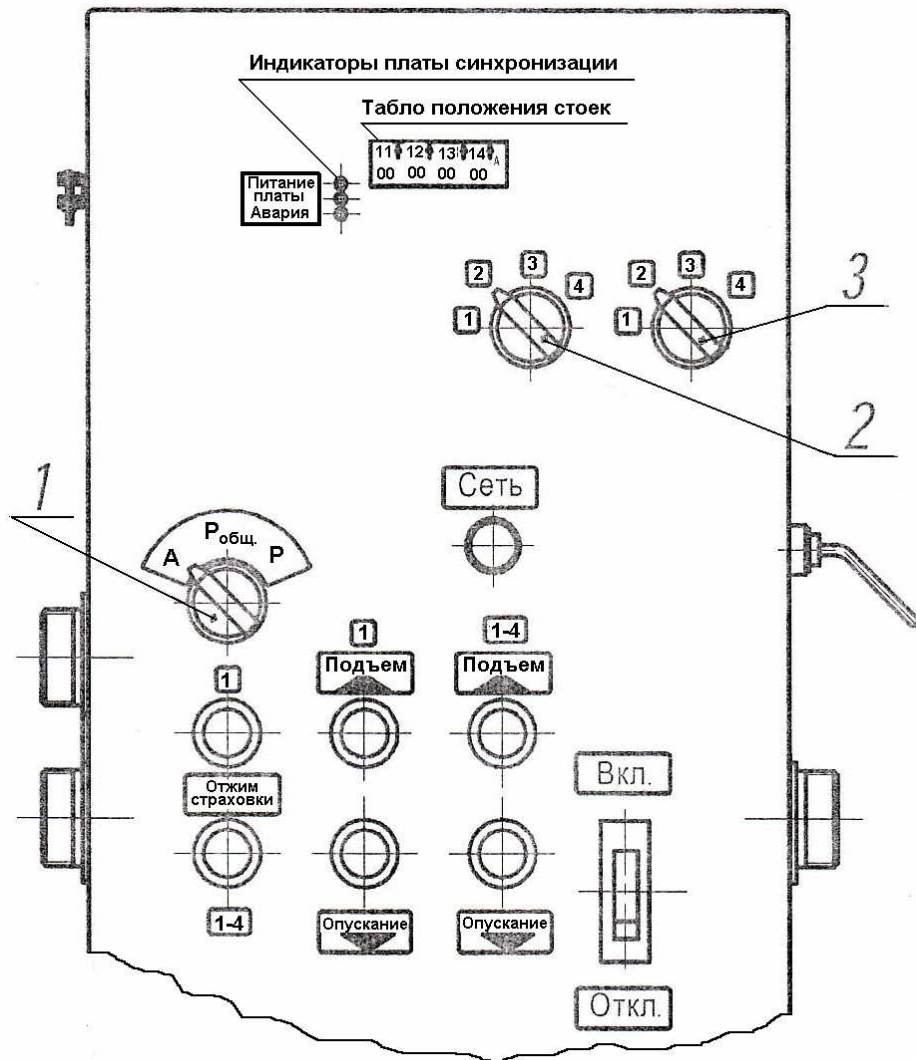

Рис. 6. Общий вид шкафа аппаратного мастер-стойки
6.2.8. Проверить правильность направления вращения электродвигателя насоса (по стрелке на кожухе вентилятора электродвигателя), для чего кратковременно нажать кнопку «ВВЕРХ» на каждой стойке, при этом переключатель поз.1 (см. Рис. 6) должен быть переведен в режим «Р» (ручной), а переключатели поз.2 и поз. 3 должны быть установлены на номере той стойки, которую проверяют. В случае несоответствия произвести перефазировку кабеля подключающего подъемник к электросети. По окончании проверки перевести переключатель поз. 1 в положение «Робц.» (ручной общий) и проверить работу подъемника в целом.
7.2.2. Включить вводной автоматический выключатель на шкафу аппаратном, при этом должна загореться сигнальная лампа «СЕТЬ». Одновременно загораются сигнальные индикаторы питания платы синхронизации. (см.Рис. 6).
7.2.3. Включить тумблер (поз.1 на Рис.6) управления режимом работы платы синхронизации подъема и опускания кареток, находящийся на дверце шкафа аппаратного, в положение «Робщ.». Кнопкой «ВВЕРХ» подвести подхваты до касания с беговой поверхностью покрышки колеса автомобиля.